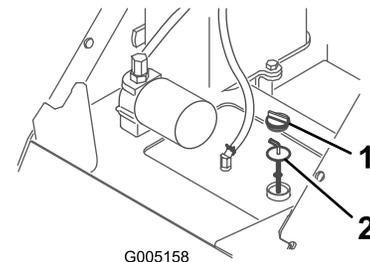

Figura 35
4. Limpie la zona alrededor del cuello de llenado del depósito de fluido hidráulico (Figura 35).
5. Retire el tapón del cuello de llenado y compruebe el nivel de fluido en la varilla (Figura 35).